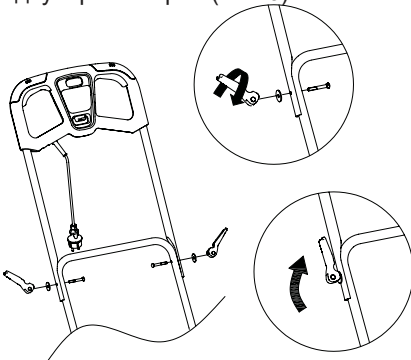

Рис. 6 Установка верхней части рабочей рукоятки
- Установите верхнюю часть рабочей рукоятки на нижнюю часть с помощью двух фиксаторов (Рис.6).